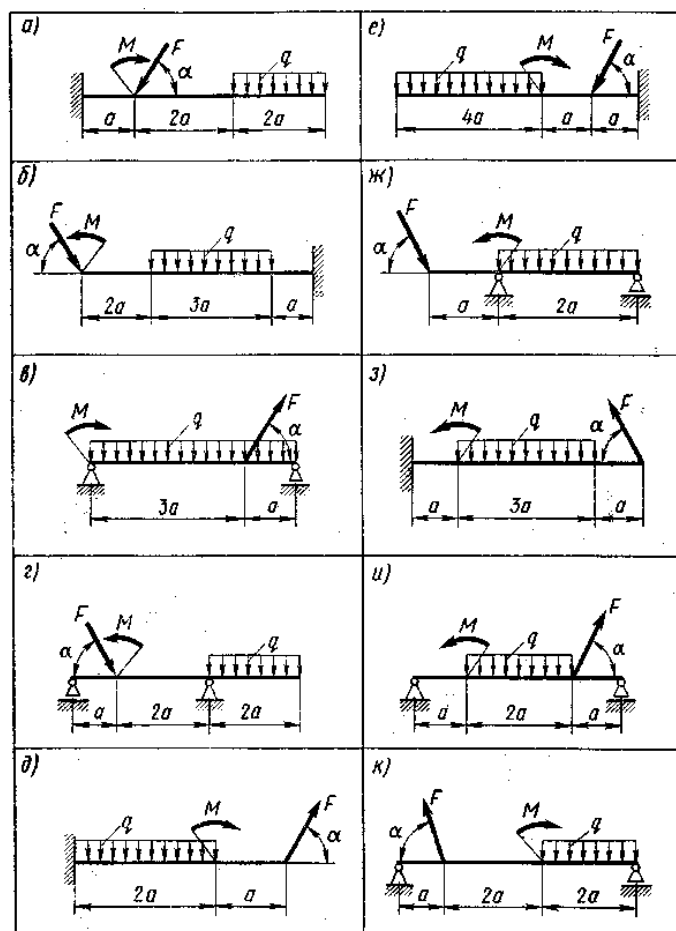

Рис. 16
**11—20.** Определить реакции опор балки, нагруженной, как показано на рис. 16. Данные для решения своего варианта задачи выбрать из табл. 2.